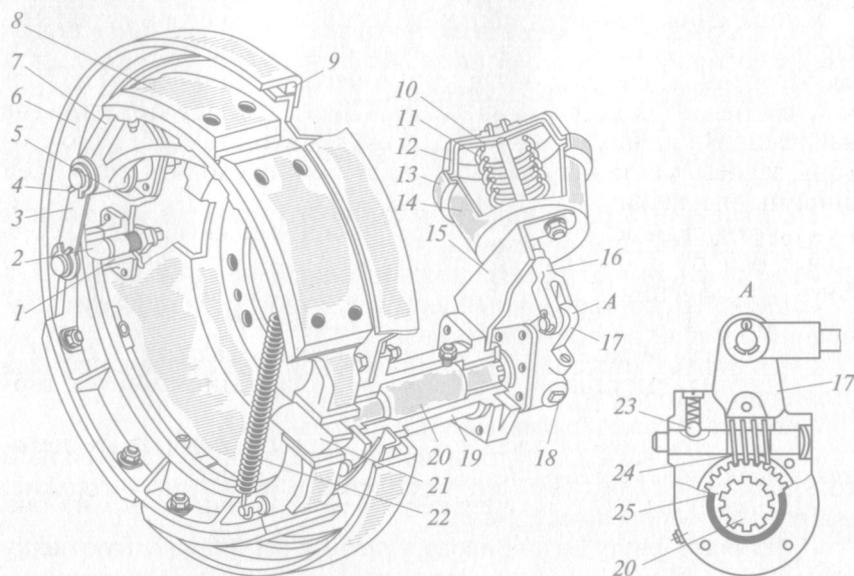

Рис. 5.7. Колесный тормозной механизм автомобиля ЗИЛ-130:
12. Изучить *тормозную систему автомобиля ЗИЛ-130* (см. рис. 5.7—5.12), в том числе колесный тормозной механизм, его регулировку, стояночный тормоз и др.
13. Разобрать *колесный тормозной механизм автомобиля ЗИЛ-130* (см. рис. 5.7) следующим образом: